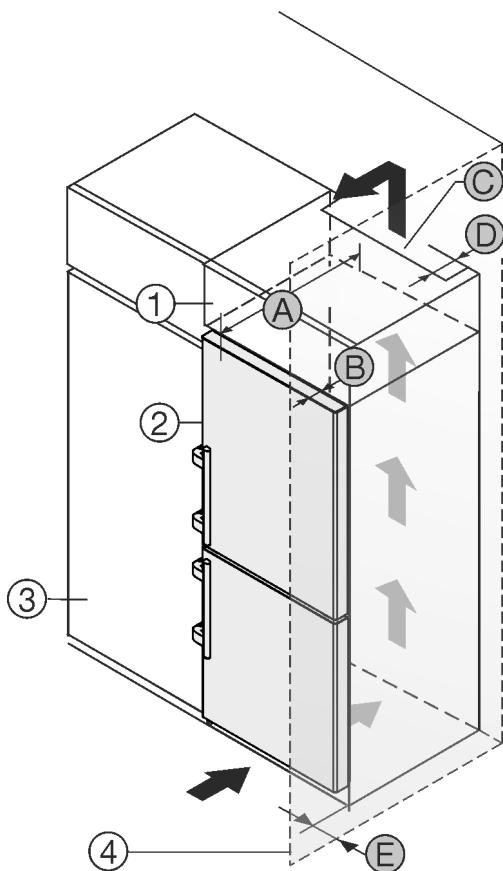

Fig. 47
Устройство может быть окружено кухонными шкафами. Чтобы уравнять устройство Fig. 47 (2) по высоте с кухонной стенкой, можно установить над устройством дополнительный шкафчик Fig. 47 (1).
Установить устройство можно непосредственно рядом с кухонным шкафом Fig. 47 (3). Чтобы можно было полностью открыть двери, устройство должно выступать на глубину Fig. 47 (B) относительно передней стенки кухонного шкафа. В зависимости от глубины кухонных шкафов и использования пристенных распорок устройство может выступать и больше.
- На задней стенке дополнительного шкафчика должен быть вентиляционный канал с глубиной Fig. 47 (D) по всей ширине этого шкафа.
- Нужно соблюдать вентиляционное отверстие Fig. 47 (C) под нижней панелью.
Если устройство установлено на шарнирах у стены Fig. 47 (4), то нужно соблюдать расстояние Fig. 47 (E) между устройством и стеной. Настолько выступает ручка при открытой дверце.